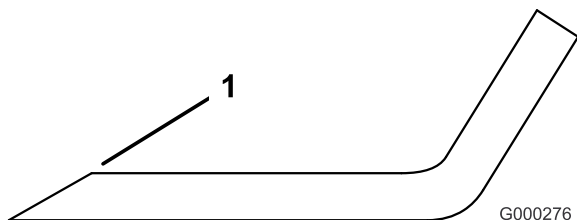

Figura 32
3. Esamine i taglienti di tutte le lame, e affilatele se fossero ottusi o scheggiati. Affilate soltanto la parte superiore del tagliente e mantenete l'angolo di taglio originale per garantire l'affilatezza (Figura 32). La lama rimane bilanciata soltanto se viene rimossa una quantità uguale di metallo da entrambi i taglienti.